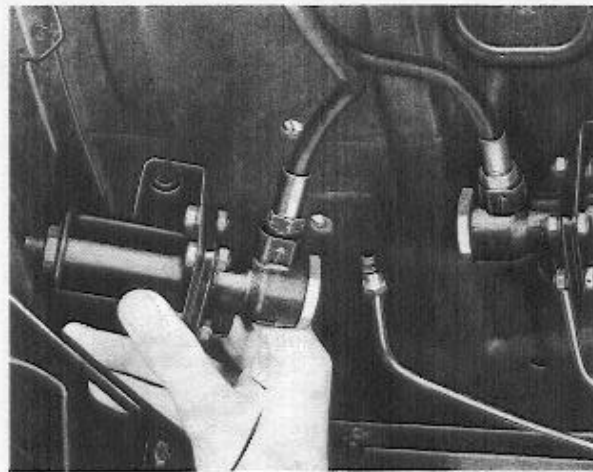
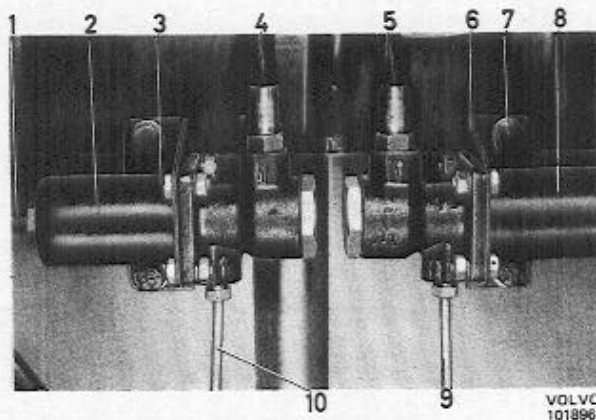

Abb. 64 Ausbau des Bremskraftreglers
Abb. 63 Bremskraftregler eingebaut
Bremrohranschluß (10, Abb. 63) lösen und abdichten. Bremsschlauch (4) höchstens um 1/4 Drehung lockern. Befestigungsschrauben entfernen und den Regler vom Bremsschlauch abschrauben, siehe Abb. 64.
Bremskraftregler am Bremsschlauch festschrauben (Abb. 64) und an der Einbaustelle anbringen. Nachprüfen, daß der Bremsschlauch nicht verspannt ist. Befestigungsschrauben einbauen und die Bremsrohrleitung anschließen. Anschlüsse festziehen. Bremsanlage entlüften.
Die Stellschraube (1, Abb. 63) ist nicht für Nachstellzwecke sondern für den Ausgleich von Differenzen aus der Herstellung vorgesehen. Die bei Erstausrüstung vorgenommene und nachgeprüfte Einstellung genügt normalerweise für die gesamte Lebensdauer des Bremskraftreglers. **Die Stellschraube soll deshalb nicht ohne besonderen Anlaß verstellt werden.**